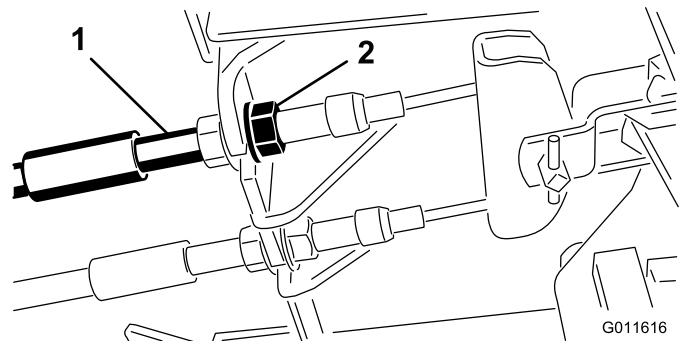

図 67
1. 遊びを減らすブレーキを締めるには、ブレーキケーブルのネジ山の前ナットをゆるめ、後ろのナットを締める(図 67)。